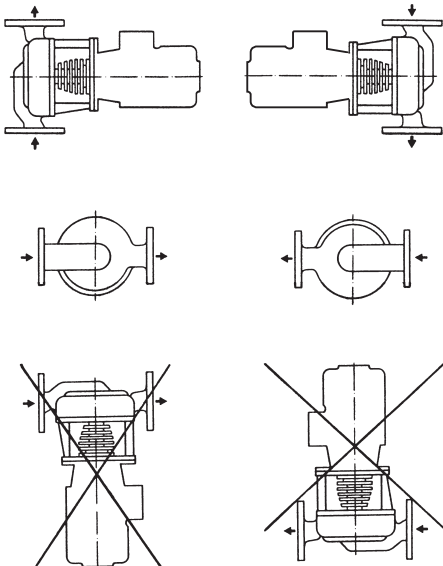

Fig. 7: Positions de montage admissibles
- Toute position de montage excepté « Moteur vers le bas » est autorisée (voir Positions de montage à la fig. 7).